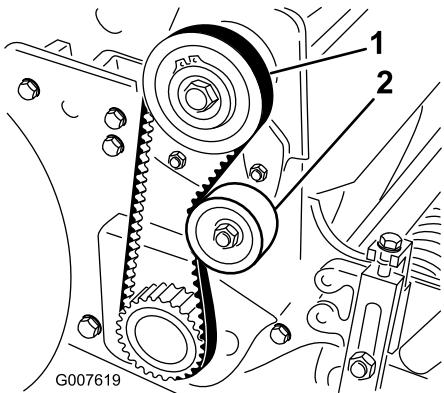

Рисунок 37
- Проверьте натяжение, приложив к ремню посередине между шкивами (Рисунок 37) усилие 18–22 Н. Отклонение ремня должно составлять 6 мм.
- Отпустите гайку крепления натяжного ролика и поджимайте натяжной ролик по часовой стрелке к обратной стороне ремня, пока не будет получено требуемое натяжение ремня (Рисунок 37).